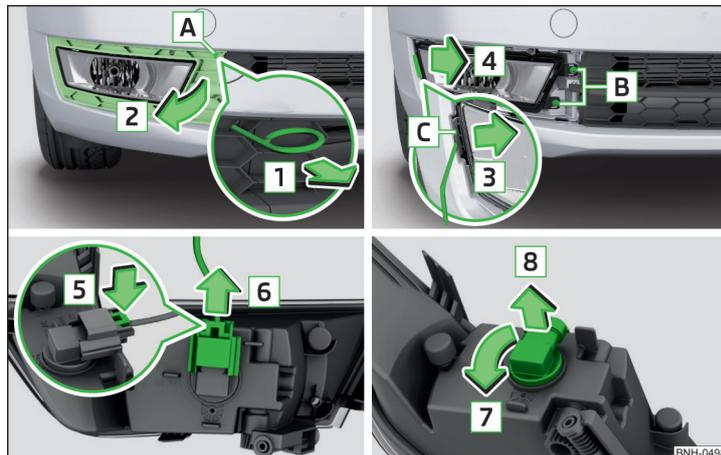

Fig. 193 Desmontar el faro antiniebla / Cambiar la bombilla
- Introducir en la apertura [A] » fig. 193 el estribo para retirar los tapacubos integrales » pág. 168, *Equipo de herramientas a bordo*.
- Monte el faro antiniebla en sentido contrario al de la flecha [4] » fig. 193 y enrósquelo.